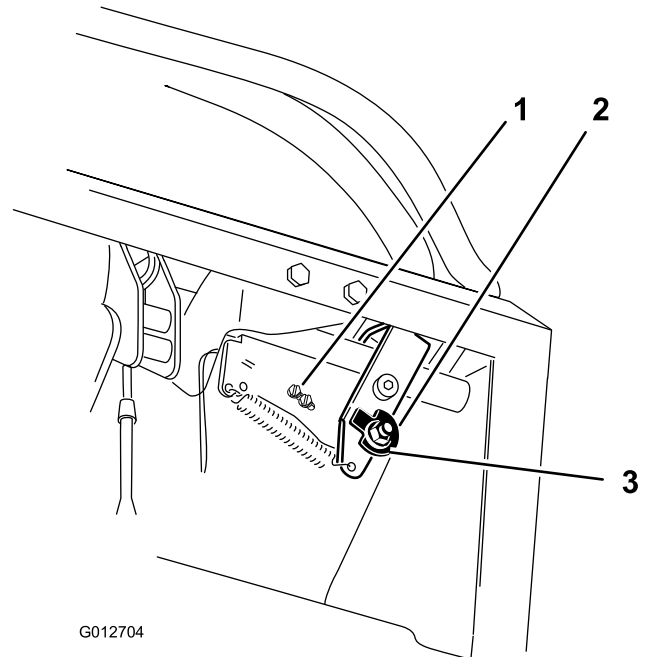
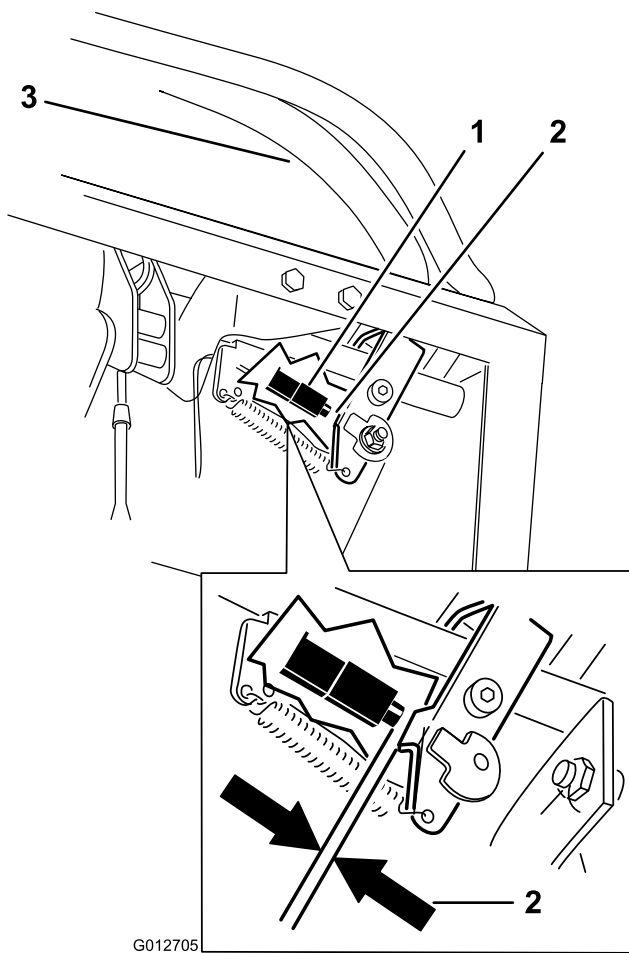

Bild 70
Bild 71
7. Lockern Sie die Mutter, mit der die Nocke befestigt ist (Bild 70).
10. Prüfen Sie den Abstand zwischen dem Steuerhebel und -schalter, wie in Bild 71 dargestellt. Der Abstand muss 3 mm sein, wenn der rechte Fahrtriebshebel in der arretierten Neutral-Stellung ist.
11. Lösen Sie ggf. die Schrauben, mit denen der Schalter befestigt ist, und stellen Sie den Schalter ein (Bild 70 und Bild 71).